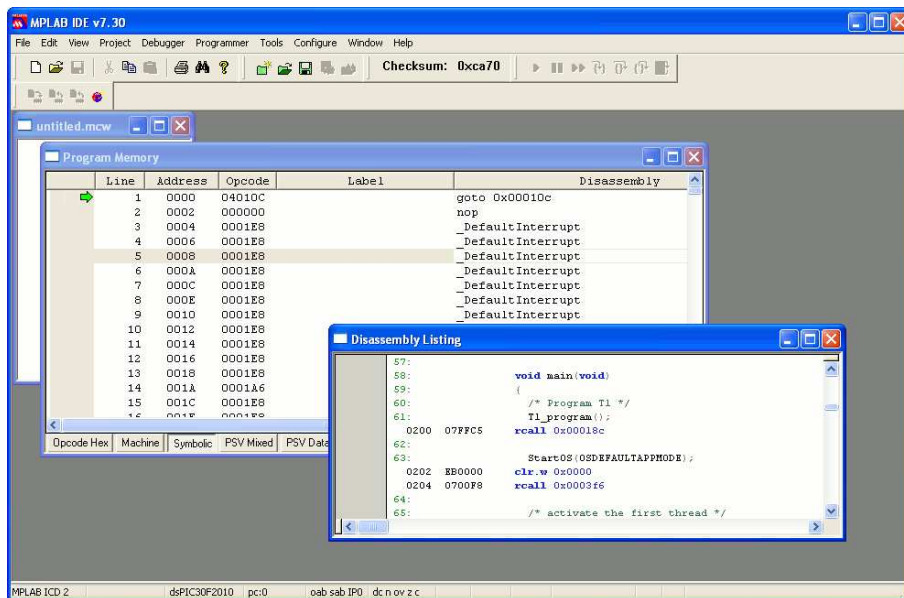

Figura 4.11: I simboli di debug sono correttamente riconosciuti da MPLAB IDE.
11. Una volta importato il file ELF all’interno di MPLAB IDE, siete pronti per effettuare una sessione di programmazione e debugging come normalmente avviene con il software fornito da Microchip. Occorre inoltre notare come non ci sia bisogno di creare un “progetto” di MPLAB IDE, in quanto l’intero processo di compilazione è gestito da Eclipse. Ad esempio, Figura 4.11 mostra la finestra “Disassembly Listing” e la finestra “Program Memory”. Notate come MPLAB IDE riconosca correttamente i simboli di debug del codice sorgente prodotto e compilato all’interno dell’ambiente Eclipse.